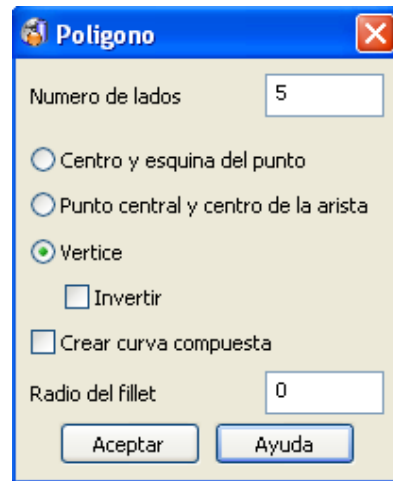

Figura 2.105 Cuadro de diálogo Polígono.
- Seleccionar Vista desde la izquierda (-X) , se selecciona automáticamente Utilizar la cara XY del plano de trabajo   , blanquear el sólido (Ctrl + J), dibujar una línea de construcción con inicio en y final en , seleccionar Crear polígono , se abre el cuadro de dialogo Polígono, modificar Numero de lados a 5 y seleccionar Vértice (figura 2.105).